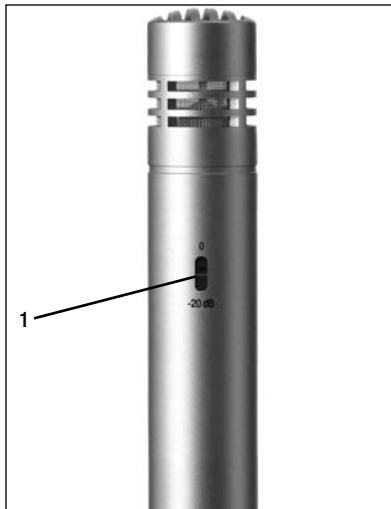

Fig. 1 : Commutateur de pré-atténuation (1) au dos du PERCEPTION 170.
- **Pré-atténuateur de sensibilité commutable :** Le commutateur de pré-atténuation (1) au dos du microphone (voir fig. 1) permet d'augmenter de 20 dB la marge avant saturation pour un enregistrement de proximité exempt de distortions. Le pré-atténuateur de sensibilité permet d'éviter que le niveau de sortie du microphone